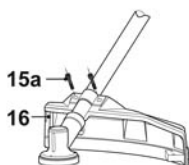

Fig. 4
- > Coloque el protector (16) sobre el soporte.
- > Fije el protector [16] con los kits de montaje [15], utilizando la llave torx T30 [41] como destornillador (Fig. 4).